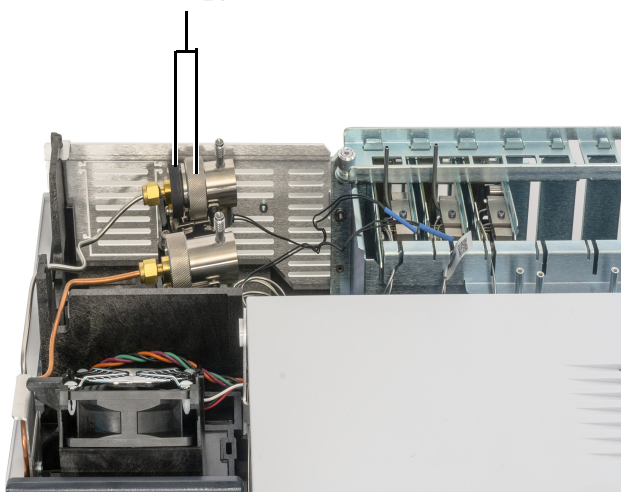

図 34. ローレットナットを緩める
- 図 34 に示すように、スプリットベントトラップを固定しているローレットナットを完全に緩めます。